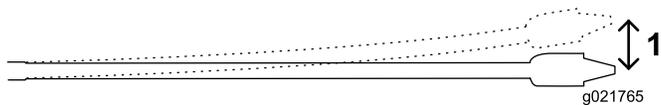

Bild 51
Die mit dieser Maschine verwendeten 3 m langen Gestängerohre können sich über die Länge des Rohrs um bis zu 8 % biegen. Das entspricht einer Biegung von maximal 20 cm aus der Geraden (Bild 51).
- Zunächst werden die ersten 3 m mit Bohrer/Bohrgestänge ohne Lenkung in den Boden eingesenkt. Das Ende der Bohrkrone befindet sich in 76 cm Tiefe (Bild 51).